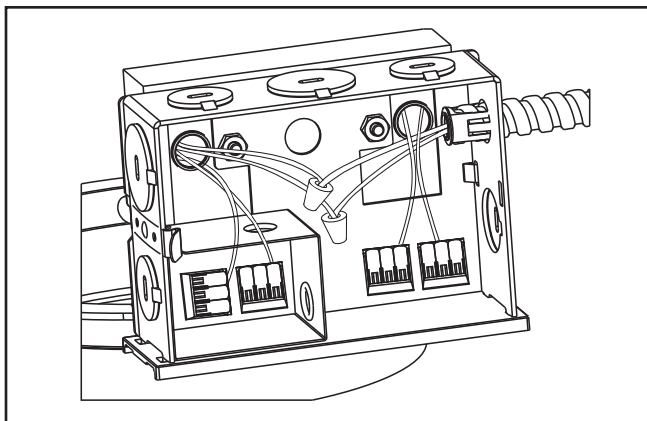

Figure 14
1. Retirez le couvercle de la boîte de jonction (Figure 14).